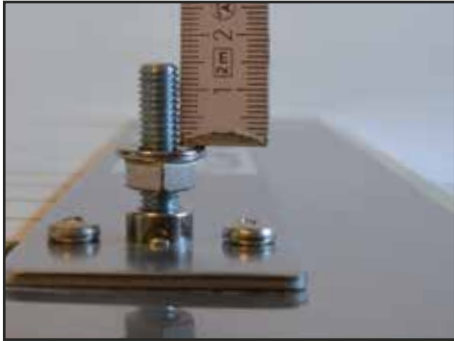

Abb. 04: obere Gewindebolzen
3. Die beiden noch vormontierten Sechskantmuttern auf den oberen Gewindebolzen des Heizers (Kabelseite, Flansch zeigt in Richtung Standfußteil) so weit aufschrauben, dass 15mm des Gewindebolzens überstehen (Abb. 04).